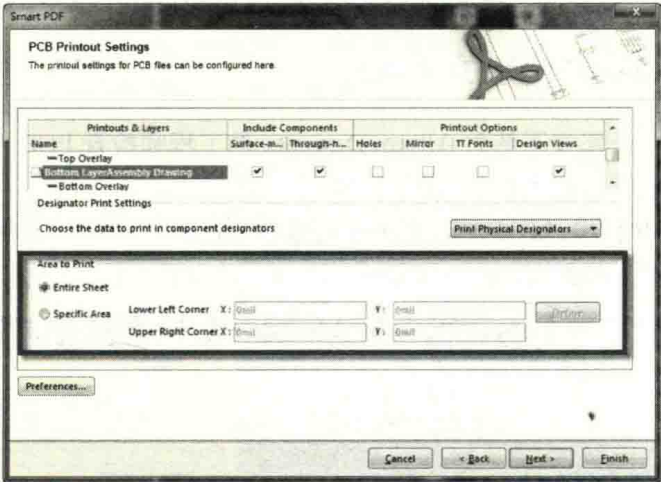

图 10-31 打印范围设置
(4) Area to Print: 选择 PDF 打印范围，如图 10-31 所示。
- ① Entire Sheet: 整个文档全部打印。
- ② Specific Area: 区域打印，可以自行输入打印范围的坐标，也可以按“Define”按钮，利用鼠标框选需要打印的范围。